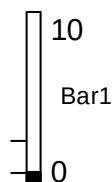

Рис. 5.54 – Аналоговая индикаторная линейка
5.7.1 Аналоговая индикаторная линейка (Animated analog bar) (рис. 5.54)